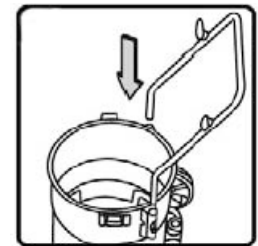

Figure 5
- 1) Insérez chaque bout de la poignée de transport dans les deux supports de chaque côté de la cuve, poussez la poignée à fond jusqu'à ce que chaque boule de verrouillage dé clic. Voir Fig.5.